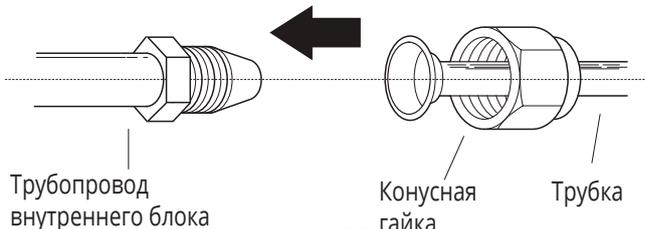

Рис. 5.7
1. Разместите соосно трубки, которые необходимо соединить. См. рис. 5.7.